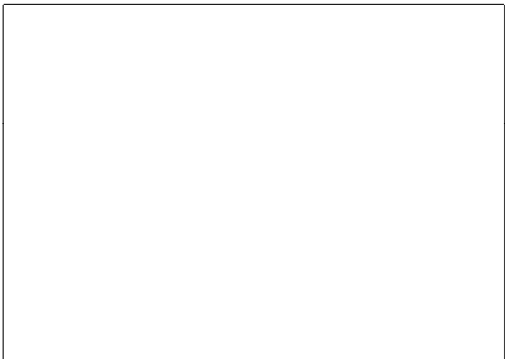
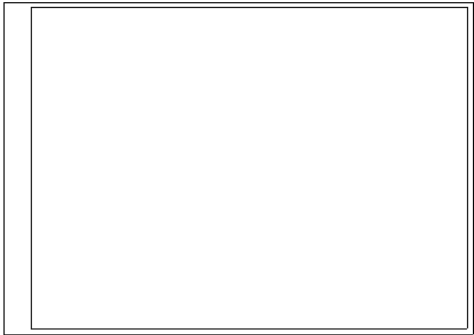

图 8-6 新的图纸
图 8-7 绘制的矩形边框
(5) 单击【确定】按钮,新的图纸就加入工程图中,如图 8-6 所示。
(6) 在绘图区中右击,在弹出的快捷菜单中单击【编辑图纸格式】,进入编辑图纸格式状态。
(7) 绘制一个矩形边框,左下角点坐标为(25,5),右上角点坐标为(415,292),如图 8-7 所示。